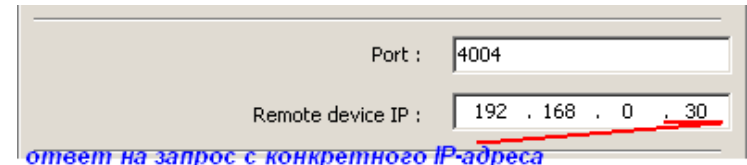

Рисунок 7.
- работа с устройством, имеющим статический IP-адрес, рисунок 7;